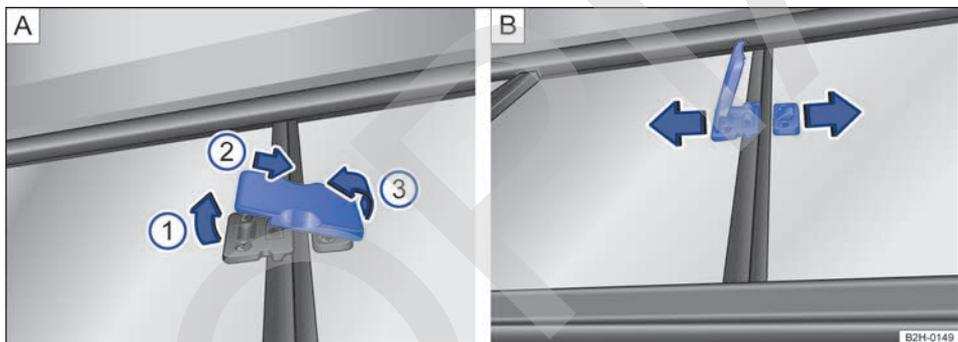

Fig. 32 En el panel trasero del techo rígido: bloqueo de la ventanilla corrediza.
- Tire del bloqueo ⇒ fig. 32 A un poco hacia arriba en el sentido de la flecha ①.
- Desplace el bloqueo en el sentido de la flecha ②, hasta el tope.
- Levante el bloqueo en el sentido de la flecha ③.
- Abra la ventanilla corrediza ⇒ fig. 32 B en el sentido de las flechas.
- Cierre la ventanilla corrediza ⇒ fig. 32 B en el sentido contrario al de las flechas.
- Baje el bloqueo ⇒ fig. 32 A en el sentido contrario al de la flecha ③.
- Desplace el bloqueo en el sentido contrario al de la flecha ②, hasta el tope.
- Cierre el bloqueo en el sentido contrario al de la flecha ①.